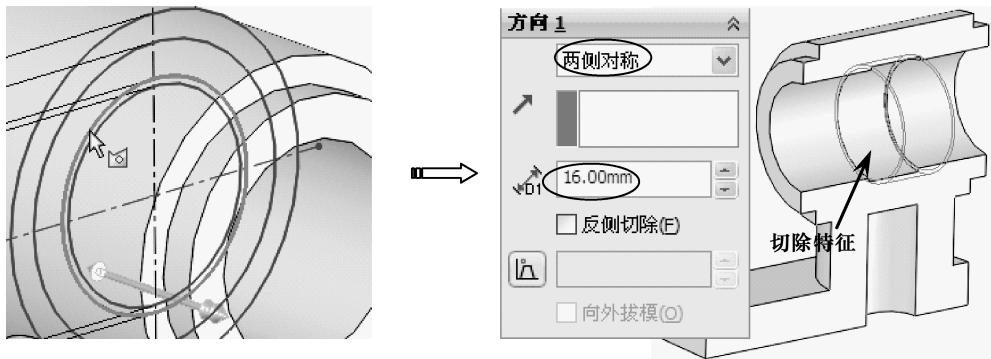

图1-82 创建第2个拉伸切除特征
- 10 使用【拉伸切除】工具，选择草图中直径为【30】的圆作为轮廓，然后创建出两侧对称、拉伸深度为【16】的第2个拉伸切除特征，如图1-82所示。